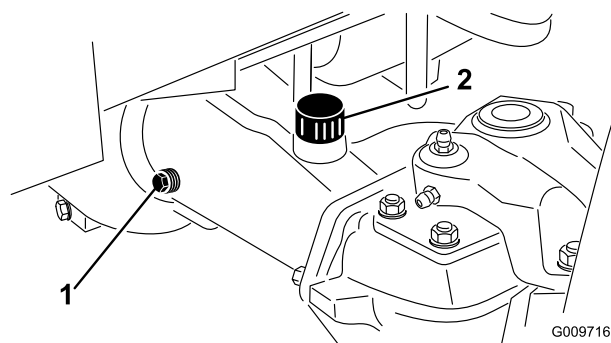

Figura 69
2. Retire um tampão de verificação (Figura 69) de uma das extremidades do eixo e certifique-se de que o lubrificante chega ao nível do orifício. Se o nível estiver baixo, retire o tampão de enchimento (Figura 69) e adicione lubrificante suficiente para ficar ao nível dos orifícios do tampão de verificação.